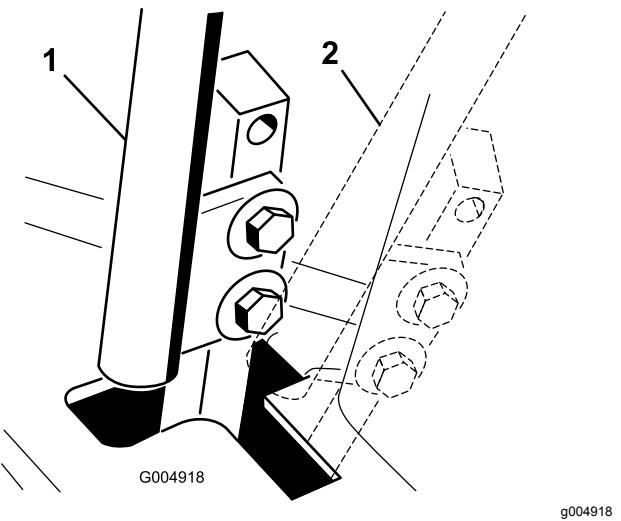

Bild 84
4. Schieben Sie den Schaltbügel in die NEUTRAL-Stellung, jedoch nicht in die **arretierte** Stellung (Bild 84).
6. Prüfen Sie, ob der Fahrantriebshebel relativ zur Kerbe im Armaturenbrett ist (Bild 84).